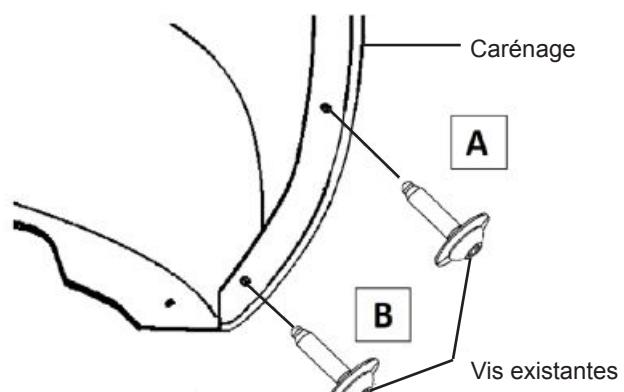

Figure 2
4. Tirer légèrement la bavette garde-boue de l'emplacement **C**, puis poser l'écrou en U sur le trou percé en orientant vers le haut la partie filetée du côté intérieur du panneau pour le côté gauche (voir la **Figure 2**) et vers le haut sur le dessus du panneau pour le côté droit (voir la **Figure 4**).